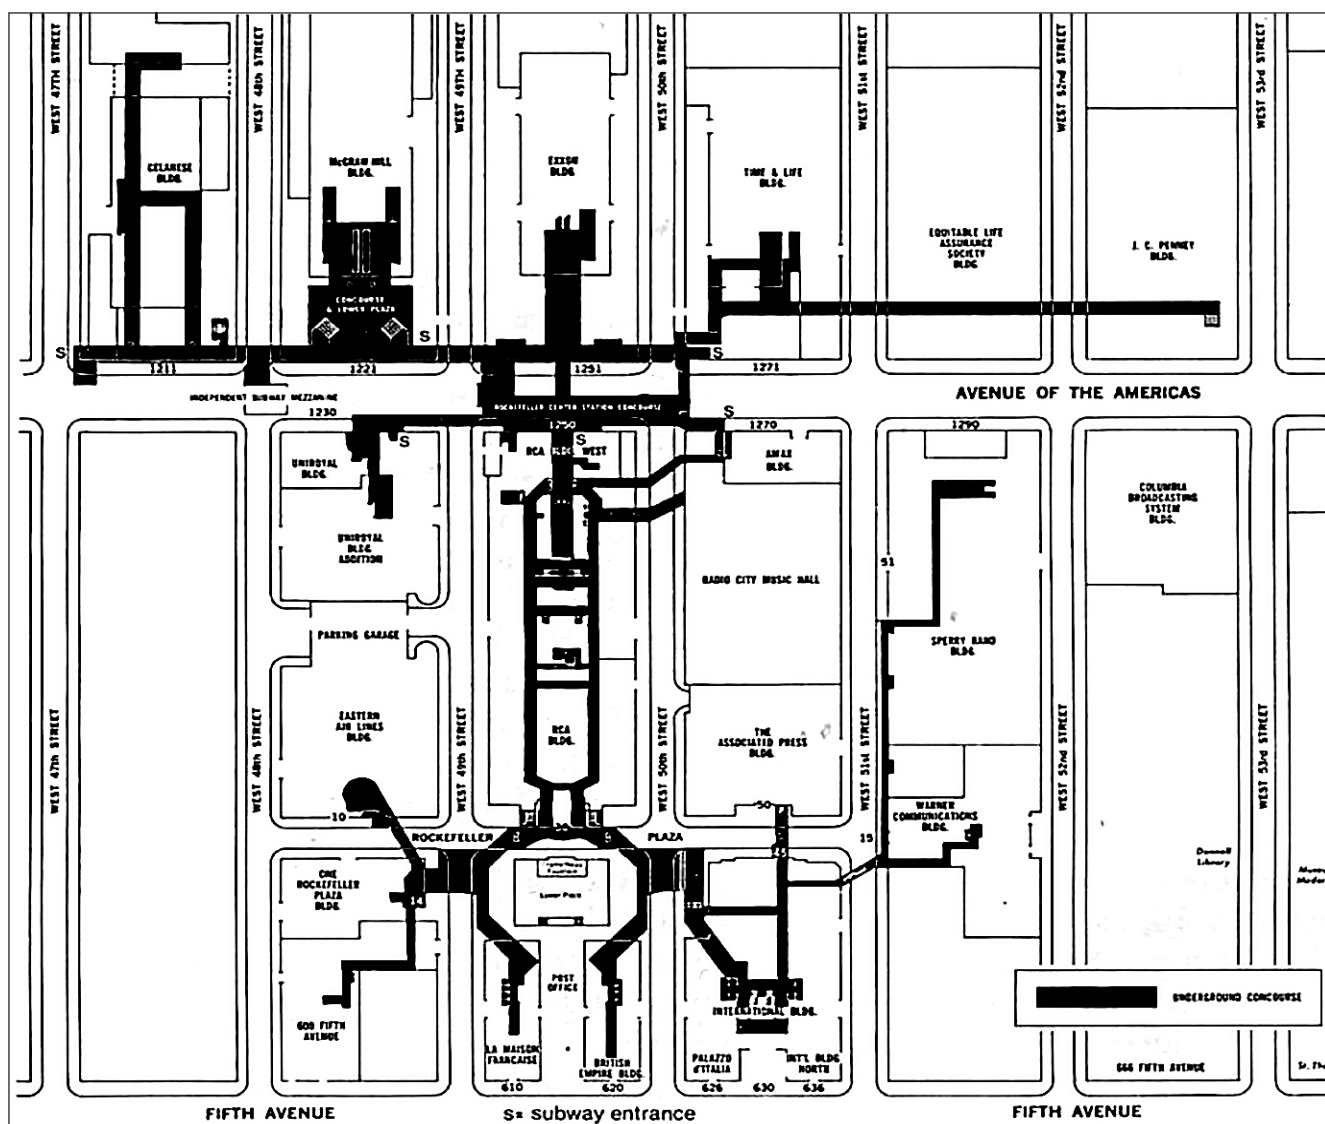

Рис. 15. Подземные переходы в Рокфеллер-центре.
**Рокфеллер-центр** — большой комплекс, состоящий из 19 коммерческих зданий между 48-й и 51-й улицами с севера на юг в центре Манхэттена и 5-й и 6-й авеню с востока на запад. Он служит примером использования подземного пространства для размещения больших подземных полостей. Построенные как единое целое, здания расположены в шести кварталах по три блока, выходящих на авеню. Основная застройка происходила с 1931 по 1939 годы. Позднее строились другие здания, примыкающие к центральному комплексу. Кроме собственно зданий центр содержит другие архитектурные элементы: площади, сады на крышах, произведения изобразительного искусства (рис. 15).